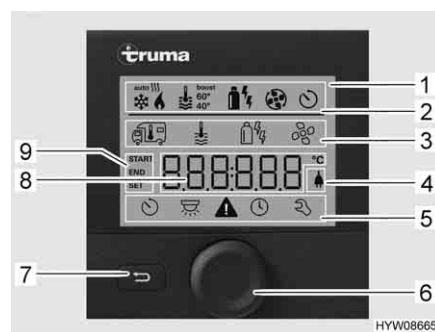

Bild 165 Kontrollenhet med indikeringar
- Statusrad (Bild 165,2)
- Övre menyrad (Bild 165,3)
- Indikeringsområde (Bild 165,8)
- Nedre menyrad (Bild 165,5)
- Tryck ned vrid-/tryckknappen (Bild 165,6) i ca. 3 sekunder. De båda menyraderna (Bild 165,3 och Bild 165,5) visas. Den första symbolen blinkar.
- Vrid vrid-/tryckknappen (Bild 165,6) tills den önskade menysymbolen blinkar.
- Tryck på vrid-/tryckknappen för att spara det inställda värdet. Om det ursprungliga värdet ändå inte ska ändras: Tryck på tillbakaknappen (Bild 165,7).
- Vrid vrid-/tryckknappen (Bild 165,6) tills menysymbolen värmesystem (Bild 166,1) blinkar.
- Tryck på vrid-/tryckknappen för att spara det inställda värdet. Symbolen i statusraden (Bild 165,2) blinkar tills den inställda rumstemperaturen är uppnådd. Om det ursprungliga värdet ändå inte ska ändras: Tryck på tillbakaknappen (Bild 165,7).
- Vrid vrid-/tryckknappen (Bild 165,6) tills menysymbolen varmvatten (Bild 165,2) blinkar.
- Tryck på vrid-/tryckknappen för att spara det inställda värdet. Symbolen i statusraden (Bild 165,2) blinkar tills den inställda varmvattentemperaturen är uppnådd. Om det ursprungliga värdet ändå inte ska ändras: Tryck på tillbakaknappen (Bild 165,7).
- Vrid vrid-/tryckknappen (Bild 165,6) tills menysymbolen driftläge (Bild 166,3) blinkar.
- Tryck på vrid-/tryckknappen för att spara det inställda driftläget. Om det ursprungliga värdet ändå inte ska ändras: Tryck på tillbakaknappen (Bild 165,7).
- Vrid vrid-/tryckknappen (Bild 165,6) tills menysymbolen fläkt (Bild 166,4) blinkar.